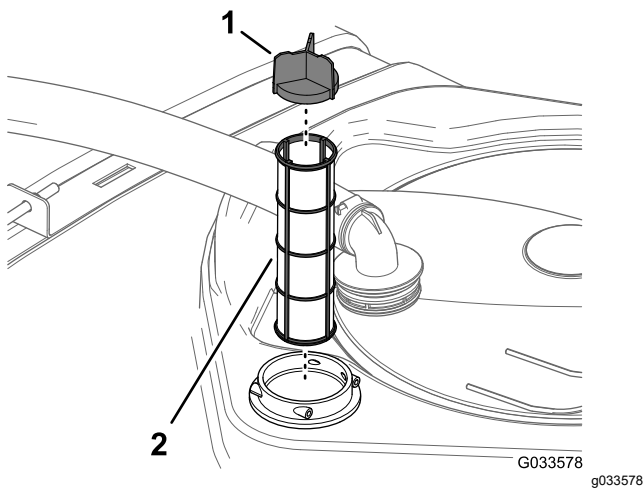

Figure 95
4. Sortez la crépine d'aspiration du logement du filtre dans la cuve (Figure 95).